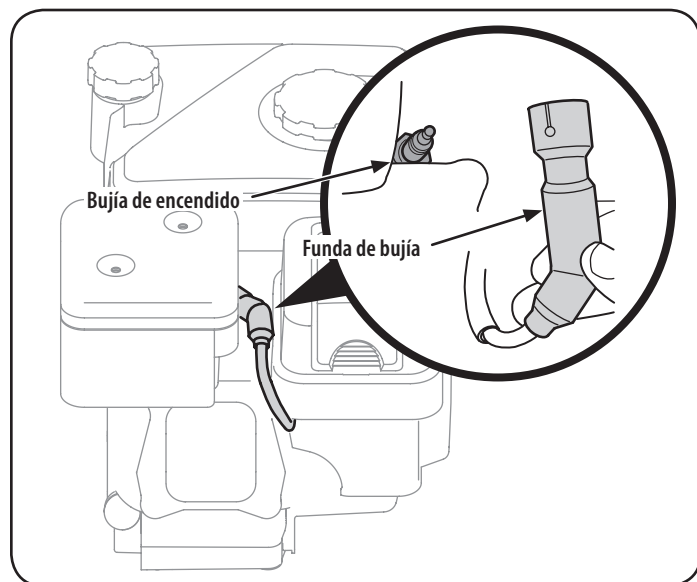

Figura 22
1. Retire la funda de bujía y utilice una llave para bujías para extraer la bujía. Vea la Figura 22.